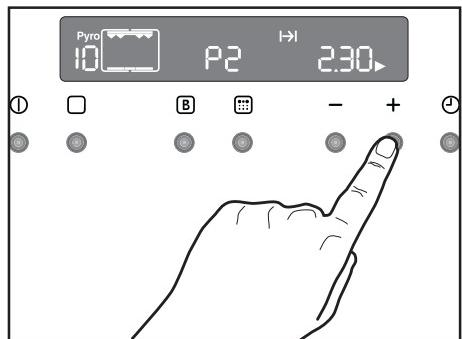

Abb. 21
2. Das Gardauersymbol |→| blinkt 5 Sekunden lang; drücken Sie während dieser Zeit die Tasten ‘-’ oder ‘+’ zur Anwahl der pyrolytischen Funktion 1 (P 1) oder 2 (P 2) (Abb. 21).